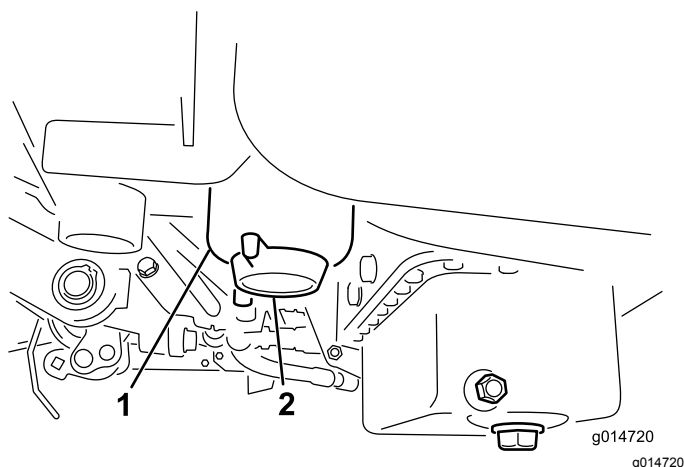

Figura 37
2. Pulite la superficie circostante la scatola del filtro (Figura 37).
4. Aprite il tappo di spurgo del filtro (Figura 37).